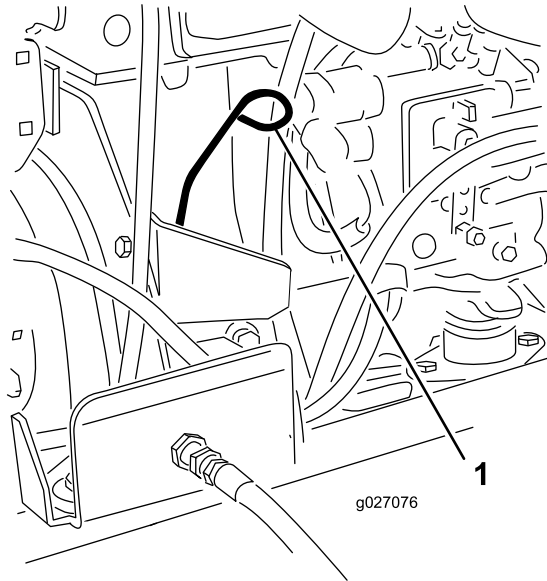

Bild 51
3. Nehmen Sie den Peilstab heraus und wischen Sie ihn ab. Stecken Sie ihn dann ein (Bild 51).